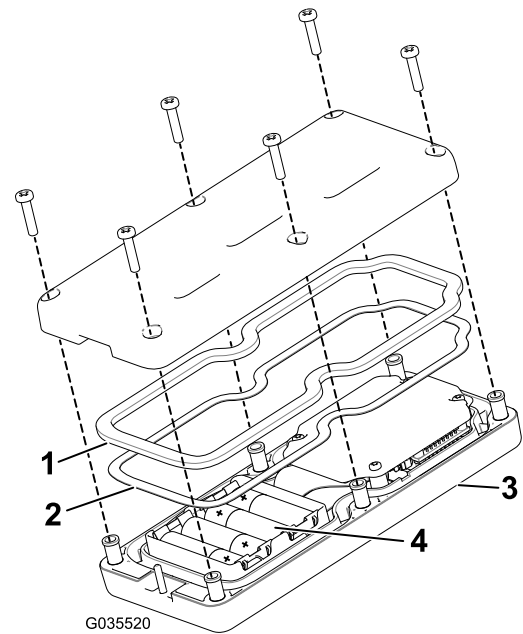

Bild 31
3. Nehmen Sie die sechs Schrauben aus der Rückseite der Fernbedienung heraus und nehmen Sie die Abdeckung ab (Bild 31).
5. Legen Sie jede neue Batterie in das Batteriefach ein und achten Sie auf die richtige Polarität. (Wenn die Batterien falsch eingelegt sind, wird das Gerät nicht beschädigt; es funktioniert jedoch nicht.) Das Fach hat Polaritätsmarkierungen für jeden Anschluss (Bild 31).
6. Wenn Sie die Gummidichtung und die Stahldichtung aus Versehen entfernen, setzen Sie sie vorsichtig in den Kanal in der Handfernbedienung ein (Bild 31).
7. Setzen Sie die Abdeckung auf, befestigen sie mit den sechs vorher entfernten Schrauben (Bild 31) und ziehen sie bis auf 1,5-1,7 N m an.